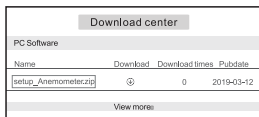
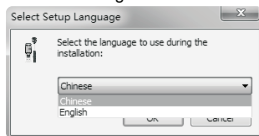

Figure 2
Figure 3
2. Datenerfassungssoftware installieren: Geben Sie die Website www.downloadsupport.tech im Browser ein, klicken Sie auf die Schaltfläche "Product Catalog >>>", um die Seite "Downloadcenter" aufzurufen, wie in Abbildung 2 dargestellt. Suchen Sie das Software-Installationspaket "setup_Anomometer.zip". Klicken Sie auf den Download-Button, um das "zip-Paket" direkt nach dem Download zu entpacken. Doppelklicken Sie auf das Symbol "setup_Anomometer.exe", um in die Programminstallationsschnittstelle zu gelangen; wählen Sie zwischen Chinesisch oder Englisch je nach Eingabeaufforderung für die Softwareinstallation. Klicken Sie auf "OK" für den nächsten Schritt, wie in Abbildung 3 unten gezeigt.
- Liniendiagramm: Abbildung 1 ist Windgeschwindigkeits-/Volumendiagramm; Abbildung 2 ist Temperatur- und Feuchtigkeitsdiagramm; Drucktaste; Messdatenliste.